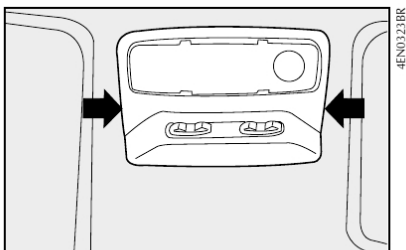

fig. 57
- 1) com uma chave de fenda nos pontos indicados **fig. 57**, remover o conjunto da luz interna montada a pressão pelas travas;